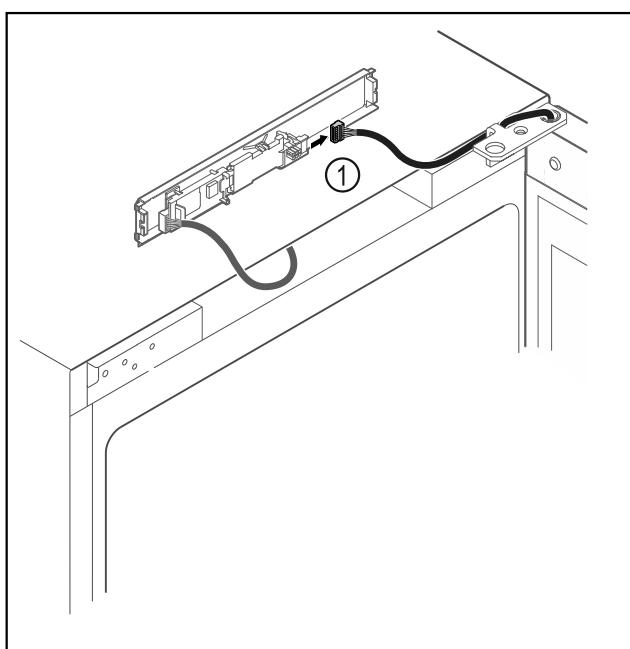

Fig. 13
- Αποσυνδέστε το φίς Fig. 13 (1) από την πλακέτα.